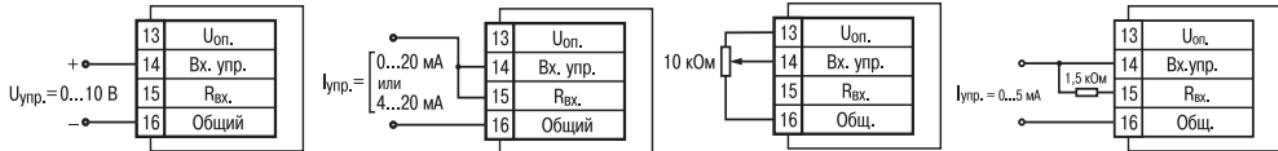

Рисунок 3.8
3.3 Для управления прибором может быть применен унифицированный токовый сигнал 0(4)...20 mA, 0...5 mA, унифицированное напряжение 0...10 В или ручная регулировка при помощи внешнего переменного резистора (рисунок 3.8).